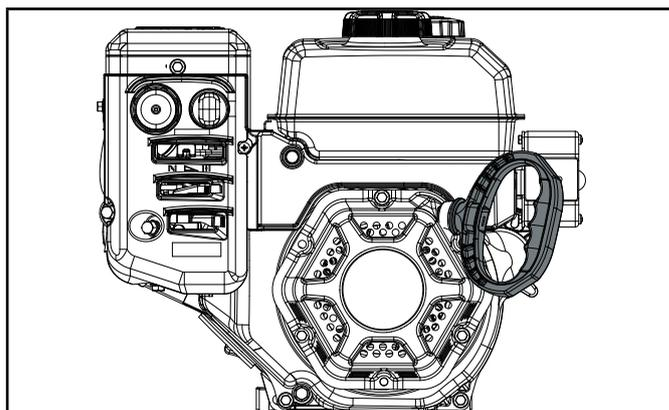

Figure 16
4. Tenez-vous à l'arrière de la machine, du côté droit, et tirez légèrement sur la poignée du démarreur jusqu'à ce que vous sentiez une légère résistance, puis donnez un coup sec. Retournez doucement la poignée du démarreur. (figure 16)